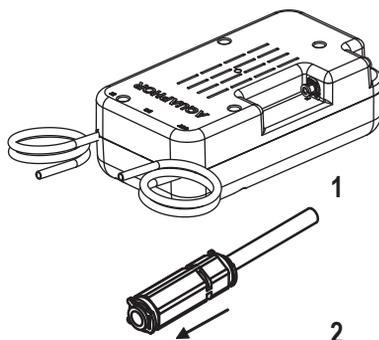

Рисунок 1. Основные блоки КПД
3. Основные блоки и принципы их работы (рис. 1)